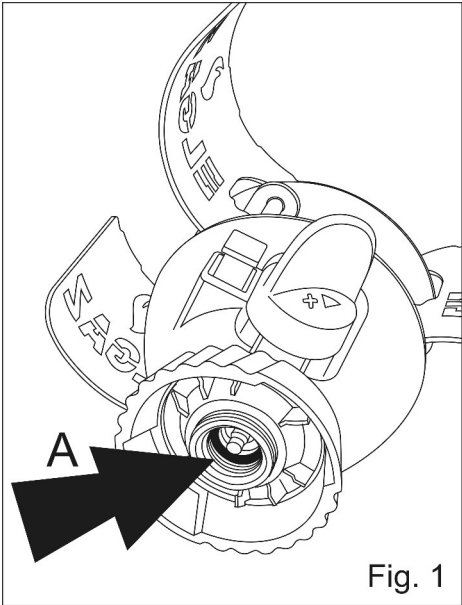

Fig. 1
- 3.1 Before fitting a gas cartridge to the appliance, ensure that the appliance seal (A) is in place and in good condition (fig. 1). Carry out this check each time you fit a gas cartridge.
- Kontrollieren Sie vor dem Anschluss der Flasche an das Gerät, ob der Dichtungsflansch (A) richtig sitzt und in einwandfreiem Zustand ist (Abb. 1). Verwenden Sie das Gerät nicht, wenn der Dichtungsflansch beschädigt ist. Ersetzen Sie den Dichtungsflansch in diesem Fall vor dem Gebrauch.
- Vor dem Anschließen einer Flüssiggasflasche am Gerät versichern Sie sich, dass der Dichtungsflansch (A) gut sitzt und in einwandfreiem Zustand ist (Abb.1). Führen Sie diese Kontrolle auch bei jedem Ersetzen der Gasflasche durch.